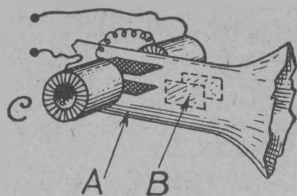

Fig. 13.
a) **Mesures magnétiques.** — Disposez de part et d'autre de la partie cylindrique du tube, à la hauteur d'une des paires déflectrices, des bobines nid d'abeilles d'un format un peu plus gros que celles d'un transfo MF (fig. 13). Tâchez d'avoir des bobines de 25 millimètres de